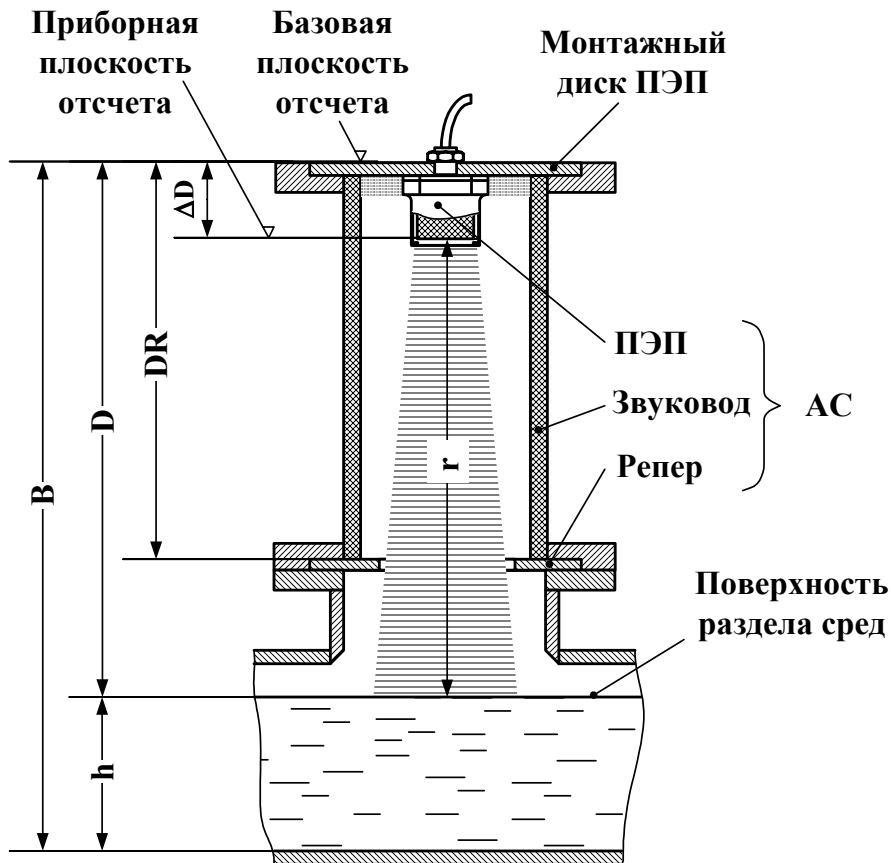

Рис. 1. Схема измерения уровня.
1.5.1.1. Принцип работы уровнемера основан на использовании метода акустической локации через газовую среду (рис. 1).